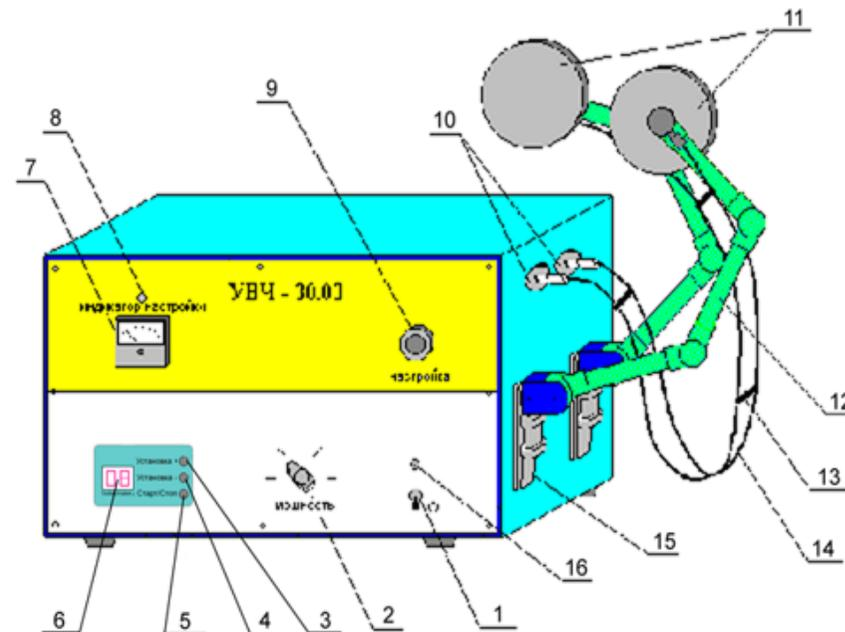

Рисунок 1. Общий вид аппарата для УВЧ-терапии переносный УВЧ-30.03-«Н_{АН}ЭМА».
4.6. На лицевой панели аппарата (рис. 1) расположены:
- 6.5. Установите тумблер (1) СЕТЬ и ручку переключателя (2) МОЩНОСТЬ в выключенное положение «0» (см. рисунок 1).